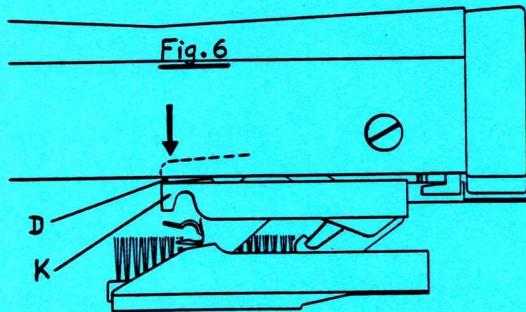

Fig. 6
- b) Le réglage est correct si le levier auxiliaire D touche légèrement le support K (Fig. 6).